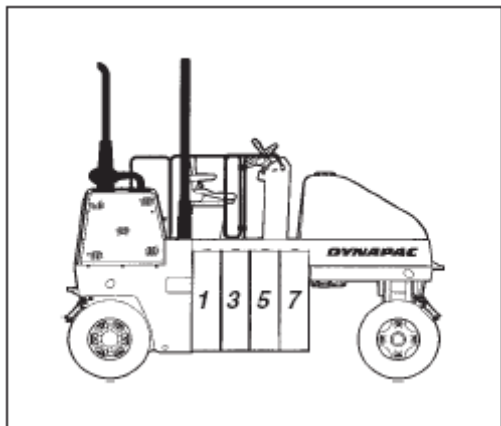
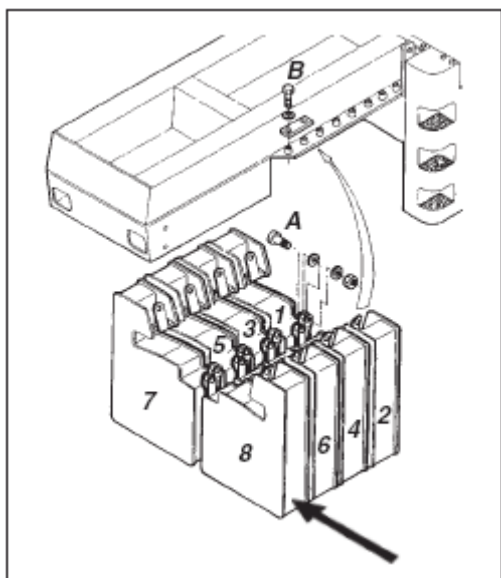

Рис. 12. Максимальный балласт, 8 коробок
Рис. 13. Балластные секции
1. Начните с установки балластной секции (1), сзади справа, затем установите секцию (2) сзади слева. Выполняйте установку остальных секций в такой же последовательности, см. рис. 13.
1. Не производите установку секций (1) и (2), указанных на рис. 12 и 13, на их место будут установлены дополнительные подножки. Начните с установки балластных секций (3) и (4) на соответствующие им места. Выполняйте установку остальных секций в такой же последовательности, см. рис. 13.